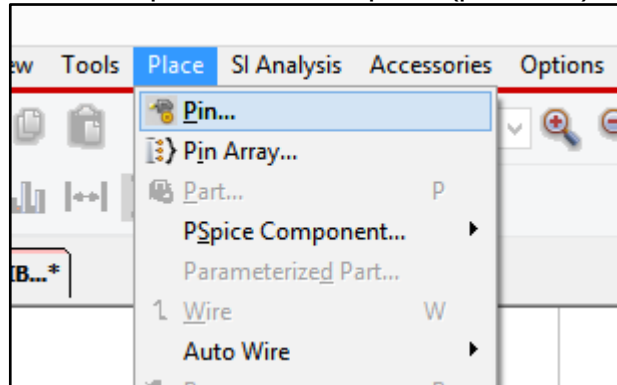

Рис.5.10. Выпадающее меню.
2. Выпадающий пункт меню в верхней части экрана (рис.5.10).